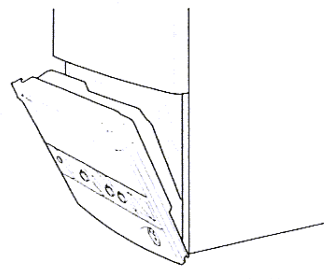

Fig. 2
- El panel cae él solo hacia adelante (fig.2)